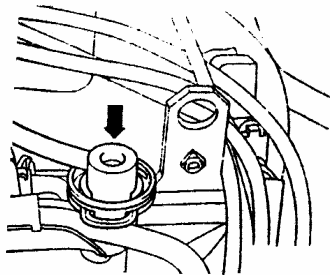

图 3-31 拔下燃油压力调节器的真空管
(3) 打开压力测试仪的截止阀，即手柄指向燃油流动方向。启动发动机，怠速运转，测试燃油压力，其允许值为约 3.5bar。拔下燃油压力调节器的真空管，如图 3-31 所示，燃油压力应升高到约 4.0bar。